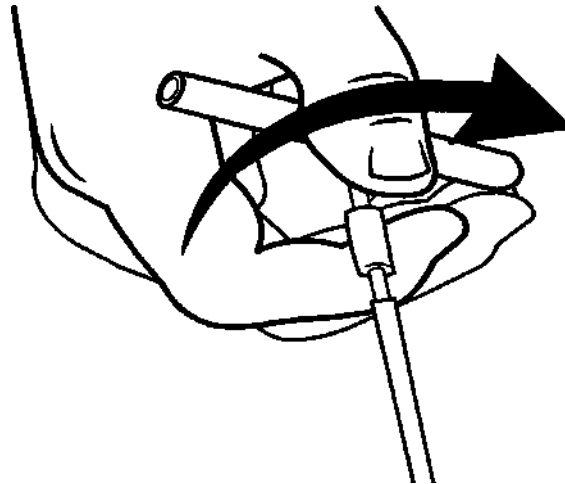

Рисунок 28. Снятие ручки инструмента для туннелизации
6. Когда кончик инструмента для туннелизации полностью обнажится, открутите и удалите ручку инструмента для туннелизации (Рисунок 28).